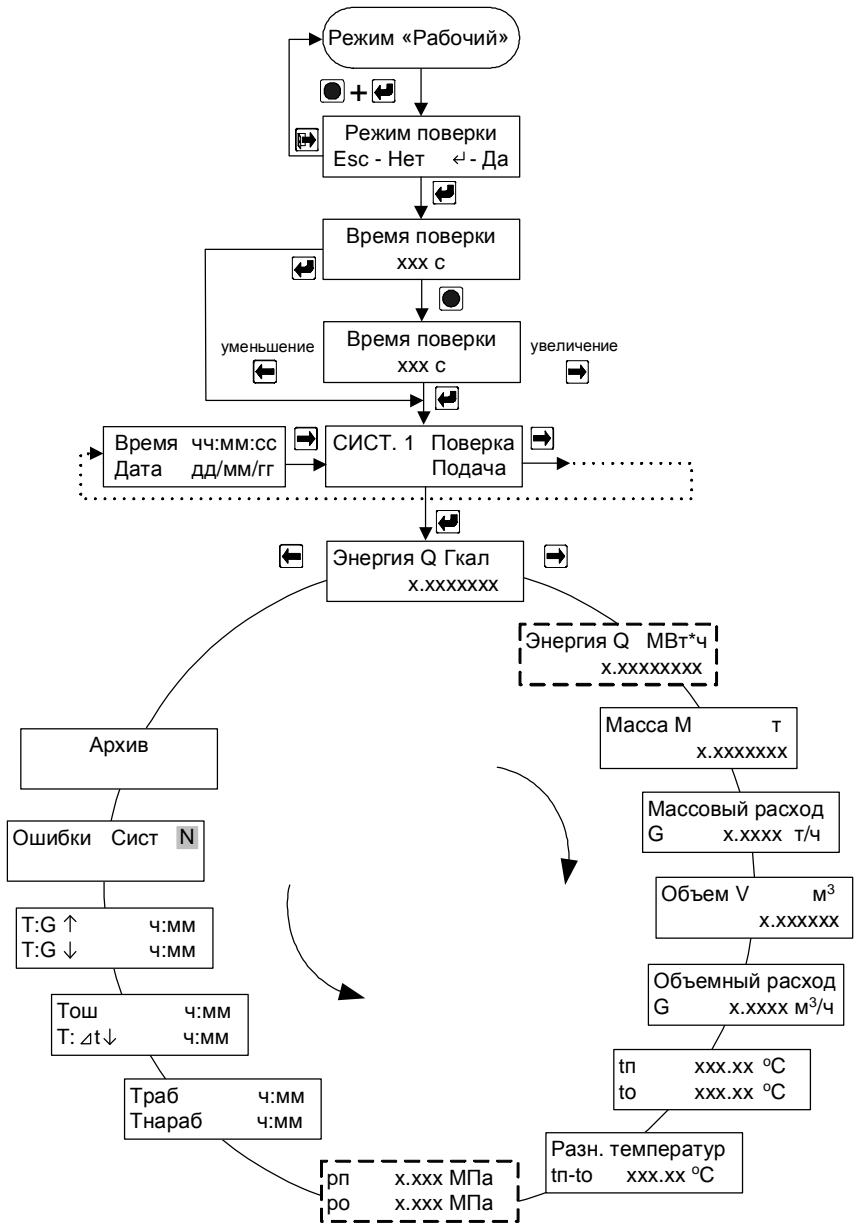

Рис. 7.4
7.5.2 Для входа в режим работы теплосчетчика «Поверка» (поверка измерительного канала количества теплоты) необходимо, находясь в любом меню режима «Рабочий», **одновременно** нажать кнопки «служебная» и «вход». Для выхода из режима поверки необходимо, находясь в любом меню режима «Поверка», **одновременно** нажать кнопки «служебная» и «выход». Порядок перехода между окнами режима «Поверка» изображен на рис. 7.4.
ВНИМАНИЕ ! При входе в меню (см. рис. 7.4):